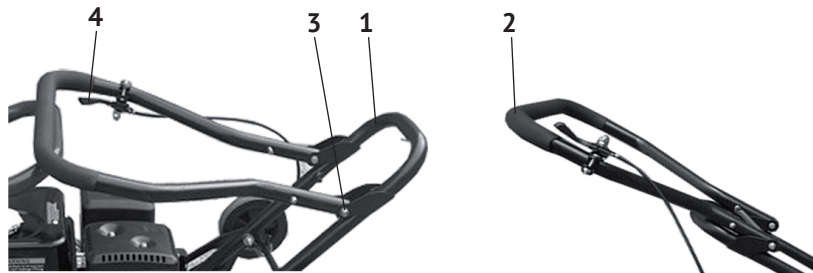

рис.2
3.1 Установка рукоятки управления в рабочее положение см. рис.2:
- ослабить болты крепления (рис.2 поз.3) верхней части рукоятки к нижней
(рис.2 поз.1);
- распрямить верхнюю часть рукоятки из транспортировочного положения в рабочее, как показано на рис.2;
- прикрепить (если не установлен) двумя хомутами к верхней части рукоятки рычаг дроссельной заслонки (рис.2 поз.4).